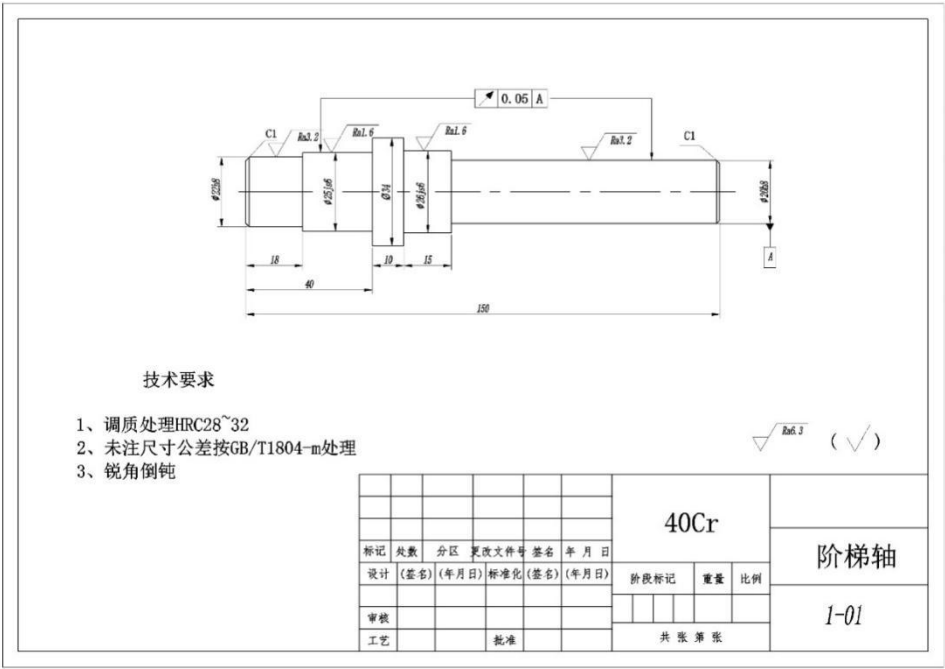

图 1-1-1 阶梯轴
(1) 任务描述：根据提供的实物，手工测绘机械零件——阶梯轴。零件照片见图 1-1-1。